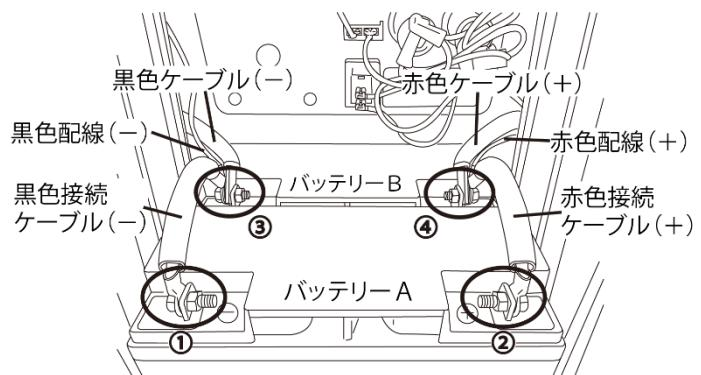

図4
パワー・ステーションWの場合：8 mmのレンチなどを使用して、①黒色接続ケーブル（-）側のボルト・ナットをバッテリーAの一端子から取り外してください。続いて、②赤色接続ケーブル（+）側のボルト・ナットをバッテリーAの+端子から取り外し、バッテリーAをパワーステーション本体から取り外してください。（図4参照）。
バッテリーBに関しても、③黒色ケーブル（-）、黒色配線（-）側のボルト・ナットをバッテリーBの一端子から取り外してください。続いて、④赤色ケーブル（+）、赤色配線（+）側のボルト・ナットをバッテリーBの+端子から取り外し、バッテリーBをパワーステーション本体から取り外してください。（図4参照）。